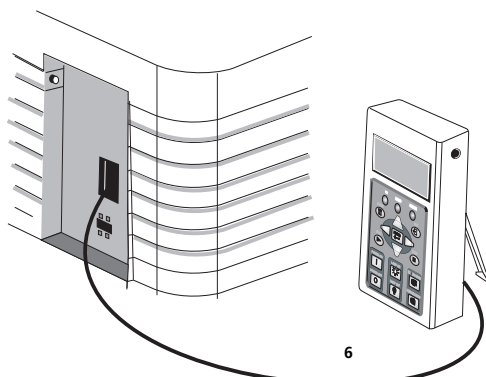

Figura 2-4 Montaje del panel de control (CDP)
2. Cuando instale el CDP en una nueva ubicación, asegúrese de mantener una distancia mínima entre el proyector y el CDP de 1,8 m (la longitud máxima del arnés del CDP estándar). Consulte la **Figura 2-4**. **NOTA:** se puede disponer de un kit de arnés del CDP de 7,5 m en caso de que se necesite una longitud mayor (Christie, ref. 108-283101-01).